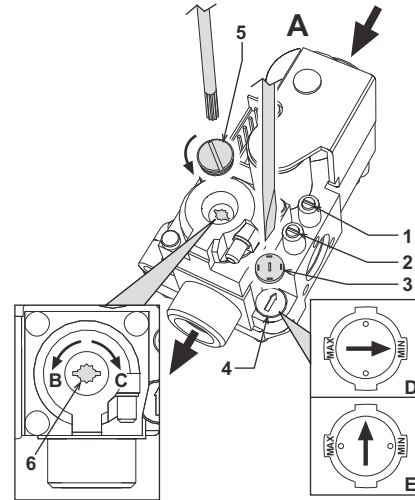

fig. 17 - Regulación de la presión
En las calderas PEGASUS D es posible regular la capacidad térmica del hogar y en consecuencia la potencia térmica entregada al agua de calefacción, actuando únicamente en la regulación del quemador principal a través de la válvula de gas (véase fig. 17). Los diagramas del apartado cap. 5.2 indican la variación de la potencia térmica entregada al agua al variar la presión de funcionamiento del quemador. La adecuación de la potencia de la caldera a las exigencias de calefacción permite reducir las dispersiones y ahorrar combustible. Además, con la variación de potencia reglamentada por la normativa, las calderas mantienen casi inalterados los valores de rendimiento y las características de combustión.
1. Con un pequeño destornillador sacar el capuchón de protección 5 del operador secundario de la válvula de gas de fig. 17.
2. Conectar un manómetro a la toma de presión 2 (fig. 17), situada después de la válvula del gas, y poner el mando del termostato de la caldera en el valor máximo.
3. Regular la presión por medio del tornillo 6 (fig. 17) en el valor deseado, guiándose con los diagramas del apartado cap. 5.2.
2. Quitar el pequeño capuchón de protección 3 de la válvula de gas (fig. 17). Con un pequeño destornillador, regular el "STEP" de encendido para el gas deseado (**G20-G25** posición **D** fig. 17, o **G30-G31** posición **E** fig. 17), y volver a poner el capuchón.
- Purgar el aire presente en los tubos del gas por medio de la toma de presión 1 de la válvula del gas (fig. 17).